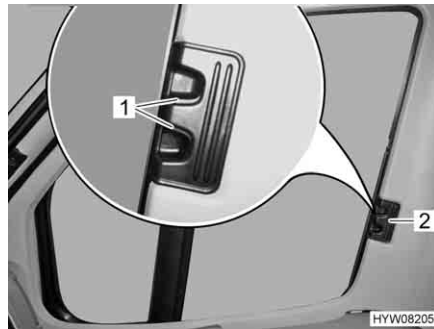

Fig. 76 Estor plegable para la ventana del conductor/acompañante
- Presionar los tiradores de desbloqueo (Fig. 76,1) y mantenerlos presionados.
- Cerrar los estores plegables para la ventana del conductor y la ventana del acompañante tirando en el tirador (Fig. 76,2) hacia el otro lado de la ventana y uniéndolos en las tiras magnéticas.
- Introducir los estores plegables para la ventana del conductor y la ventana del acompañante hasta el tope desplazando el tirador (Fig. 76,2).
- Soltar los tiradores de desbloqueo (Fig. 76,1) y dejar que engatillen.